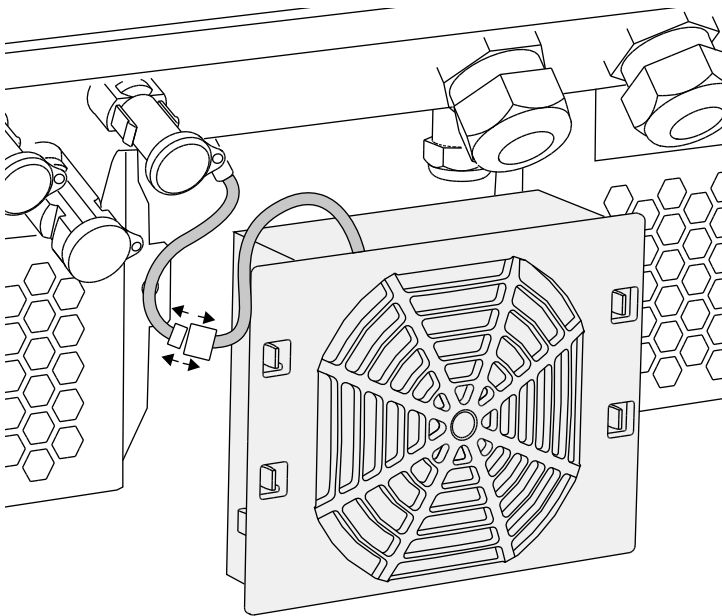

Bild 62: Dra loss fläktkabeln
4. Dra ut fläktenheten helt ur huset. Dra därtill loss fläktkabelns kontaktanslutning.  Bild 62